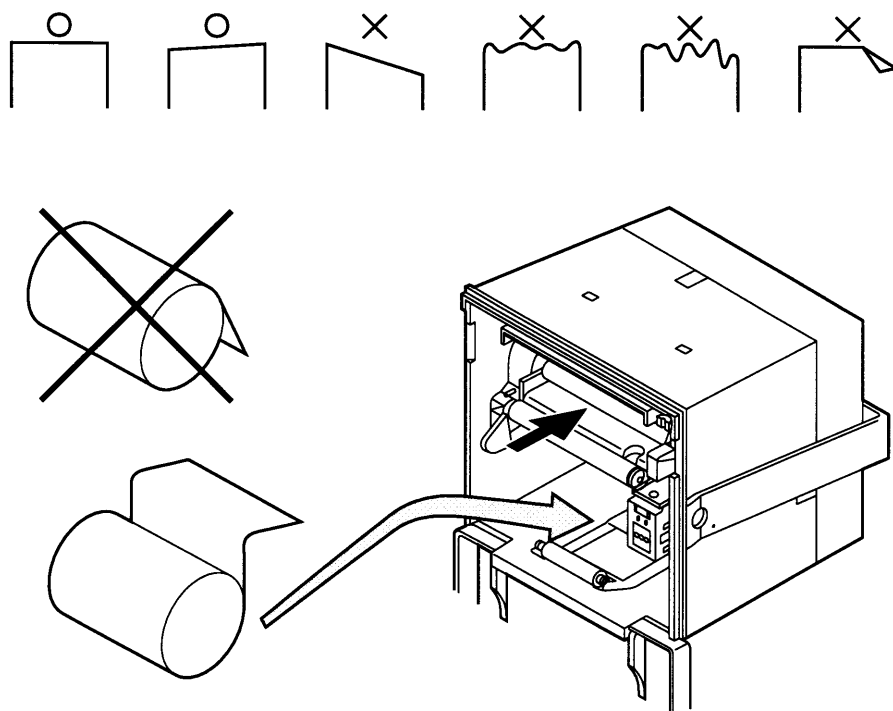

图 7.1 安装印纸
- ① 不要将纸粘贴在纸芯上，并使用带红色 END 标志的用纸。
- ② 如不慎接触药品、油类，则可能会使打印记录消失。
- ③ 用指甲、硬金属擦划纸面可能会使纸面变色。
- ④ 在环境温度超过 70°C 时纸张会变色。同时还请不要受热、湿、光线的影响。
(2) 印纸安装方法
- ① 打开前面盖板。
- ② 将印纸的前端切成直角状态 (如图 7.1)。
- ③ 确认用纸方向后将纸卷装入盒子内。
- ④ 将印纸前部垂直插入打印机插入口。
- ⑤ 拉紧纸卷，关闭盖板。
- ⑥ 根据需要按 FEED 键把纸送出。